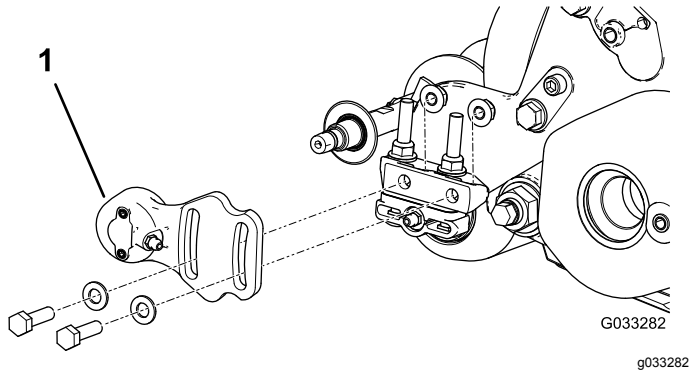
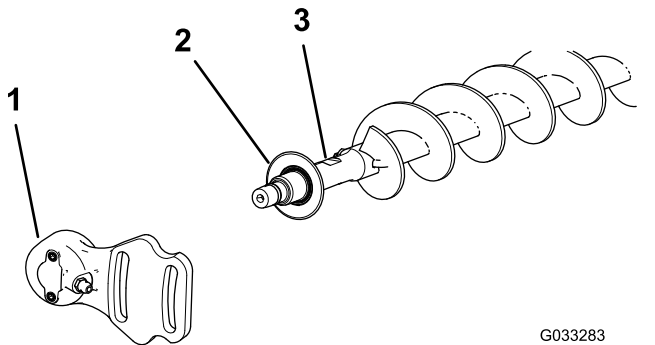

Figura 17
Figura 18
1. Si hay un cepillo del rodillo instalado en la unidad de corte, retire los 2 pernos, las arandelas y las tuercas que sujetan el alojamiento del cojinete del lado sin transmisión al soporte de montaje del alojamiento del cojinete (Figura 17 y Figura 18).
2. Retire el alojamiento del cojinete del lado sin transmisión, y el retén, del eje del cepillo (Figura 18).
9. Instale el retén y el alojamiento del cojinete del lado sin transmisión sobre el eje del cepillo (Figura 18).